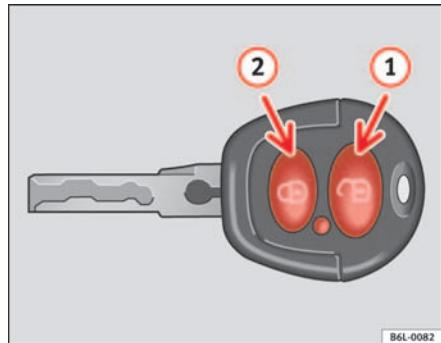
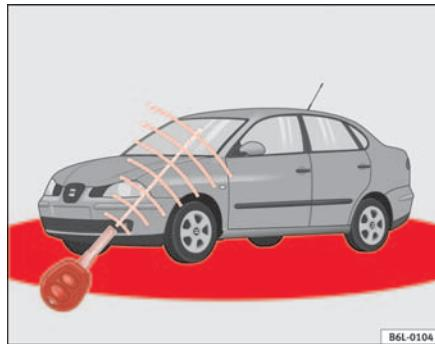

Fig. 48 Teclas de la llave con mando a distancia
Fig. 49 Radio de acción del mando a distancia por radiofrecuencia
La zona de efectividad (zonas rojas) ⇒ fig. 49 del mando a distancia se muestra en la figura. El alcance máximo depende de diversas circunstancias.
Para **abrir**, dirija la llave dentro de la zona de efectividad, hacia el vehículo y pulse brevemente la tecla de apertura (1) ⇒ fig. 48(1). Los intermitentes
parpadean dos veces. Para **cerrar** el vehículo, pulse brevemente la tecla de cierre  ⇒ fig. 48\(2\). Los intermitentes parpadean una vez.
Pulse **dos veces** la tecla de cierre  ⇒ página 83, fig. 48\(2\) se desactiva el sistema de seguridad del cierre (doble cierre) y la alarma volumétrica\*, permaneciendo activada la alarma perimétrica\*, el testigo sigue encendido.
Pulsando una vez la tecla  ⇒ página 83, fig. 48\(1\), se abrirá sólo la puerta del conductor, permaneciendo el resto cerradas.
Pulsando dos veces la tecla  ⇒ página 83, fig. 48\(1\), se desbloquearán todas las puertas.
- El mando a distancia por radiofrecuencia funciona únicamente dentro de su radio de acción ⇒ página 83, fig. 49 (zona roja).
- Si se desbloquea el vehículo con la tecla  ① y no se abre ninguna puerta ni el portón trasero antes de que transcurran 30 segundos, volverá a bloquearse automáticamente. Esta función impide que el vehículo permanezca desbloqueado involuntariamente durante un período de tiempo prolongado.
- Utilice las dos llaves que se entregan con el vehículo, la llave provista de emisor de radiofrecuencia y la llave convencional ⇒ página 83, fig. 48 ⇒ página 83, fig. 49.
- Mantenga al mismo tiempo presionada la tecla  ① de la llave con mando a distancia.